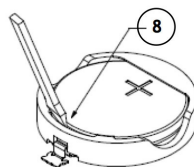

Abb. 6
Das LCD zeigt ein leeres Batteriesymbol an, wenn die Batterie gewechselt werden muss. Entfernen Sie die Schraubenabdeckung (6) von Abb. 5, indem Sie sie gegen den Uhrzeigersinn drehen. Möglicherweise ist ein Schraubendreher erforderlich, um die Abdeckung zu lösen. Hebeln Sie die alte Batterie vorsichtig mit einem kleinen Messer oder einem kleinen Schraubendreher heraus (siehe (8) in Abb. 6), und achten Sie darauf, den Batteriehalter nicht zu beschädigen. Ersetzen Sie die Batterie durch eine neue **CR2032 Lithium-Knopfzelle** und bringen Sie die Schraubenabdeckung wieder an. Ziehen Sie den Deckel im Uhrzeigersinn fest, bis der O-Ring leicht zusammengedrückt ist.